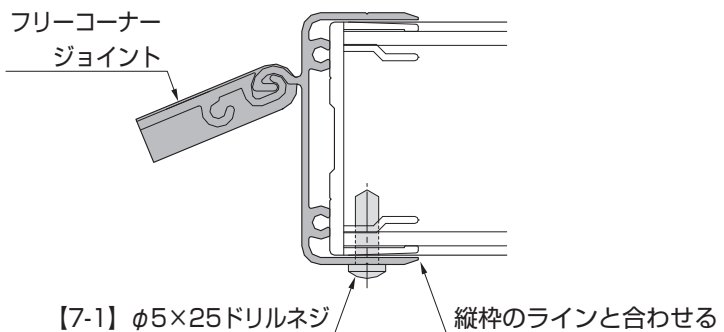

図5-6 フリーコーナージョイントの取付け位置
- 正しい位置にドリルネジを打つことができるように、フリーコーナージョイントは、縦枠にしっかりとかぶせて固定してください。(図5-6参照)